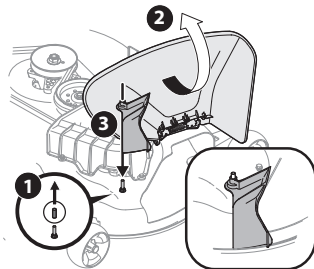

Figure 24
2. Retirez le capuchon de la goupille qui dépasse du plateau de coupe. Voir Figure 24, 1.
3. Faites tenir le déflecteur d'éjection en position relevée (voir Figure 24, 2) puis mettez l'adaptateur en place, comme illustré à la Figure 24, 3.